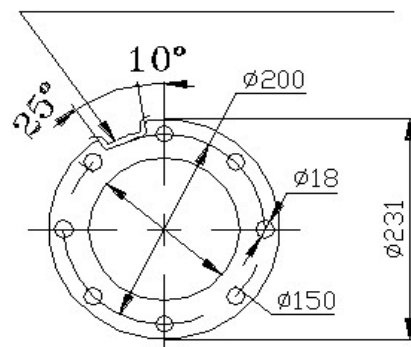

Рис.1
Агрегат ЗЭЦВ состоит из (см. рис.1): насосной части поз. 1; электродвигателя поз. 2; проводов токоподводящих поз. 3; клапана поз. 4; таблички поз. 5; кожуха защитного поз. 6; сетки защитной поз. 7.
6.3.2 Водоподъемную трубу с муфтой вернуть в патрубок агрегата до отказа (см. рис.1). По просьбе заказчика за отдельную плату могут поставляться переходные втулки с резьбы G3-B на G2½-B, а также переходники с резьбы G3-B на фланец.
3 Придерживая вал насоса в верхнем положении (см. п. 2), установить насос на фланец электродвигателя и замерить размер “X” между концами валов (см. рис. 1).